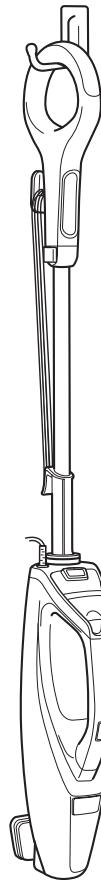

fig. 13
- 5 Para almacenar el trapeador a vapor colgado, remueva primero el cabezal (después de que se haya enfriado y se haya liberado el vapor) y cuélguelo de un gancho grande (no incluido) (fig. 13).